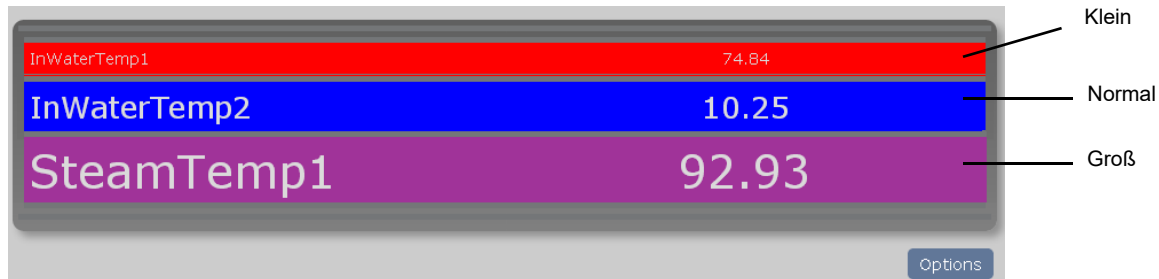

Abbildung 155 Schriftgrößen
Wählen Sie „Small“ (Klein), „Normal“ oder „Large“ (Groß) als Schriftgröße für den Punktnamen und/oder den zugewiesenen Wert. Abbildung 155, unten, zeigt alle drei Optionen zu Vergleichszwecken. Im realen System kann jeweils nur eine Größe gewählt werden.
**Anmerkung:** In Abbildung 155 wurde die gleiche Schriftgröße sowohl für den Namen (Kanal-Schriftgröße) als auch für den Wert (PV-Schriftgröße) gewählt. Sie können jedoch auch unterschiedliche Schriftgrößen wählen.